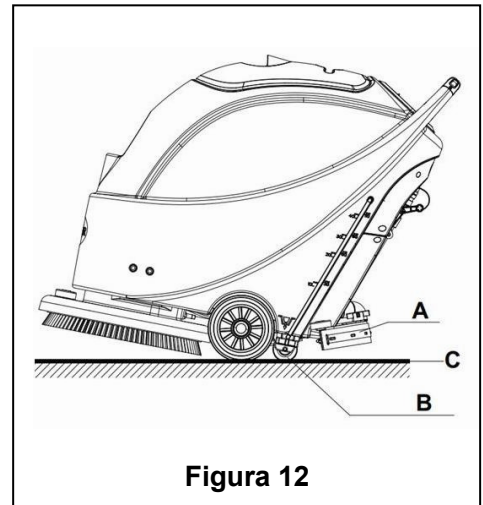

Figura 12
8. Eliberați butonul de siguranță (1) și rotiți peria /suportul de material și supapa cu solenoid.
9. Apăsați butonul pompei de aspirare (42) la poziția "O" iar pompa de vid își va opri funcționarea după 5 secunde de întârziere.
10. Apăsați butonul de control al debitului apei (44) la poziția "O" pentru a opri complet funcționarea supapei cu solenoid.
11. Apăsați butonul de alimentare cu energie (41) la poziția "O".
12. Utilizați mânerul bară (14) pentru a ridica mopul.
13. Prindeți bine mânerul-bară (2) și dați ușor mașina către spate până ce roata de ghidaj (B) atinge podeaua. Vedeți Figura 12.